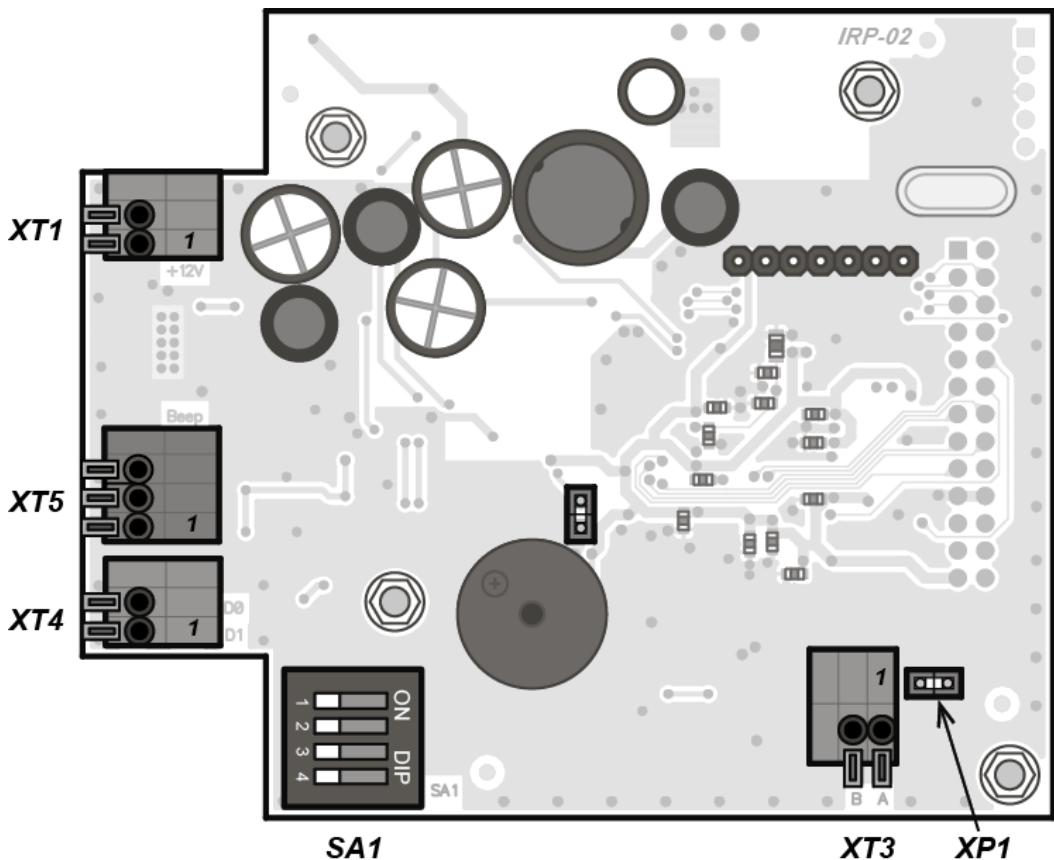
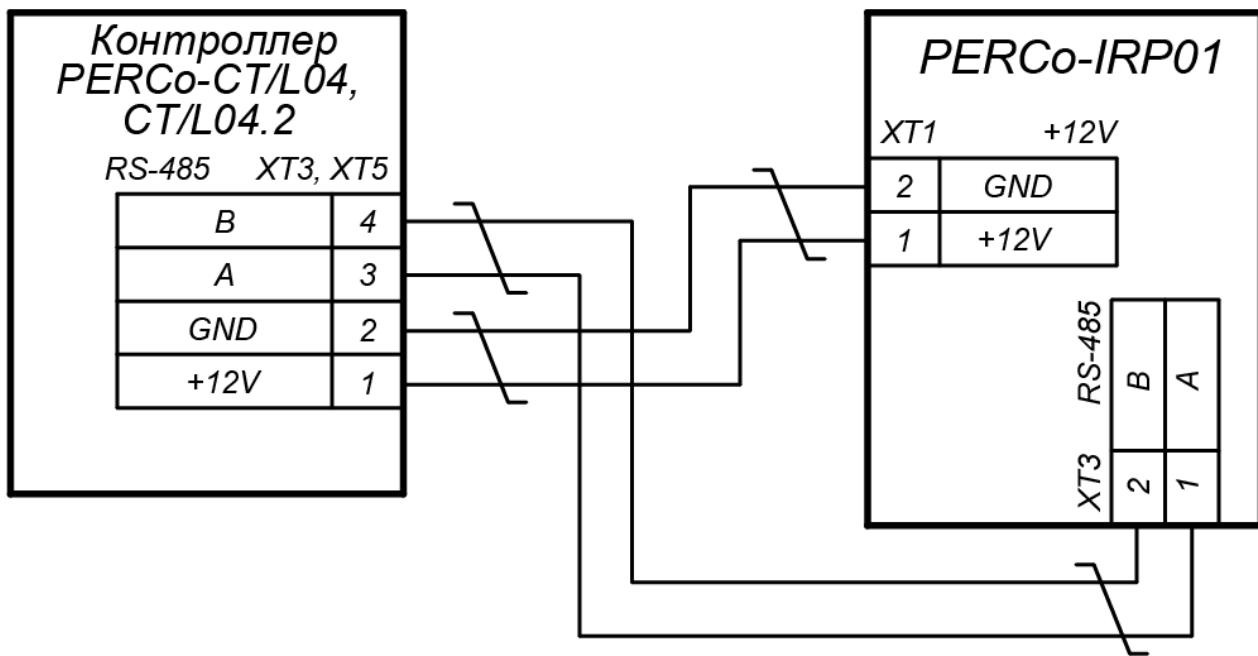
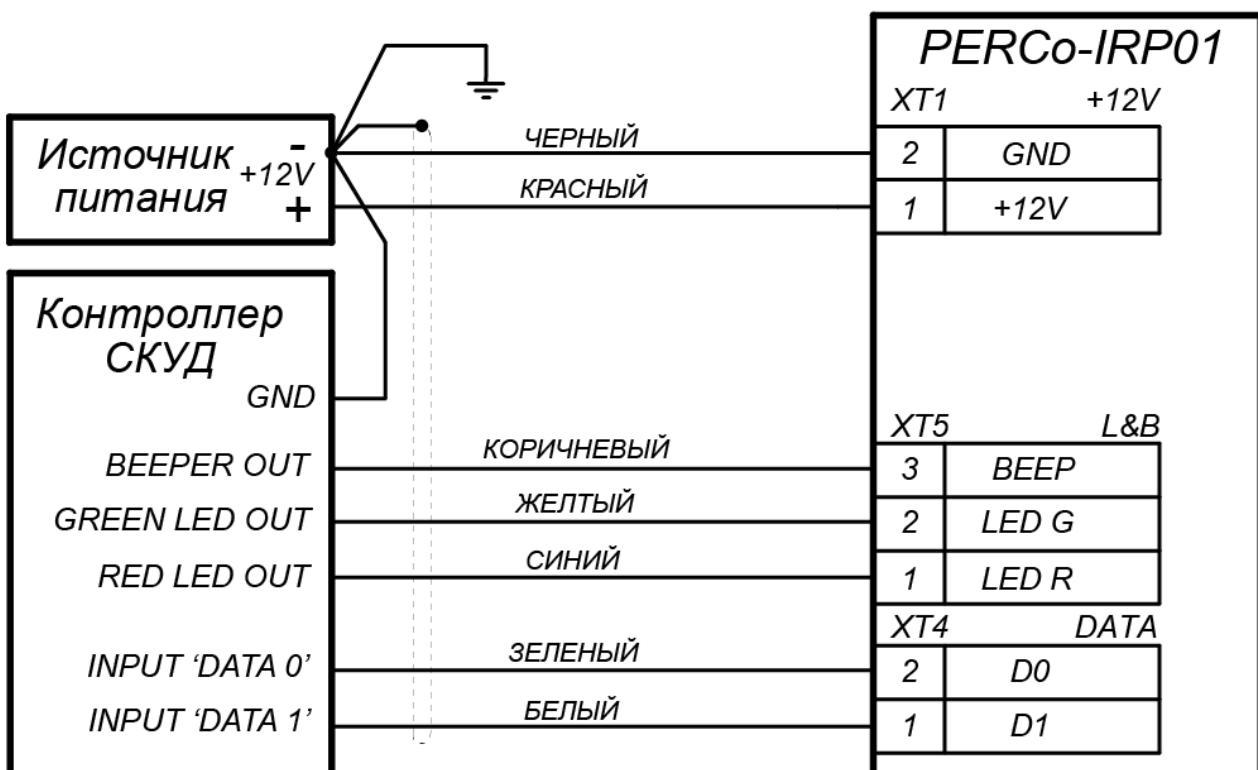

Рисунок 2. Внешний вид платы считывателя
Рисунок 6. Схема подключения считывателя
Рисунок 7. Схема подключения считывателя
Выбор интерфейса считывателя осуществляется с помощью переключателя №4 DIP-переключателя **SA1**, расположенного на плате считывателя (см. рис. 2):
Подключение считывателя к контроллеру СКУД по интерфейсу *RS-485* используется в системах **PERCo-Web**, **PERCo-S-20** (**PERCo-S-20** «Школа»). Для работы считывателя в режиме *RS-485* переключатель №4 DIP-переключателя **SA1**, расположенного на плате считывателя (см. рис. 2), должен быть установлен в положение *ON*.
Выбор номера считывателя осуществляется с помощью переключателей №1...№3 DIP-переключателя **SA1**, расположенного на плате считывателя (см. рис. 2), при этом переключатель №4 должен быть установлен в положение *ON*. Номер считывателя определяется согласно таблице 1.
Для работы считывателя в режиме *Wiegand* переключатель №4 DIP-переключателя **SA1**, расположенного на плате считывателя (см. рис. 2), должен быть установлен в положение *OFF*.
При работе с контроллерами СКУД на экране ЖКИ считывателя отображается индикация, аналогичная указанной в разделе 5.1.2. Возможны два варианта управления индикацией: «*single line*» и «*double line*». Выбор варианта индикации осуществляется с помощью переключателя №3 DIP-переключателя **SA1**, расположенного на плате считывателя (см. рис. 2), при этом переключатель №4 должен быть установлен в положение *OFF*. Вариант управления индикацией определяется согласно таблице 2.
Управляющие сигналы в случае работы в режиме «single line» передаются по линии, подключенной к контакту *Led R* (см. рис. 7) разъема **XT5** на плате считывателя (см. рис. 2). В случае работы в режиме «double line» управляющие сигналы передаются по двум линиям, подключенным к контактам *Led R*, *Led G* разъема **XT5** на плате считывателя. Для управления звуковой индикацией считывателя от контроллера СКУД необходимо соединить с минусом источника питания провод, подключенный к контакту *Beep* разъема **XT5**. Индикация считывателя в зависимости от подаваемых на него управляющих сигналов указана в таблице 3.
Выбор формата выходных данных *Wiegand* считывателя осуществляется с помощью переключателей №1 и №2 DIP-переключателя **SA1**, расположенного на плате считывателя (см. рис. 2), при этом переключатель №4 должен быть установлен в положение *OFF*. Формата выходных данных *Wiegand* считывателя определяется согласно таблице 4.
- Проложите кабель внутри стойки-считывателя, закрепите его и подключите к плате считывателя согласно схемам подключения (см. рис. 6 или рис. 7).
- Подключите кабель к контроллеру СКУД согласно схемам подключения (рис.6, 7).